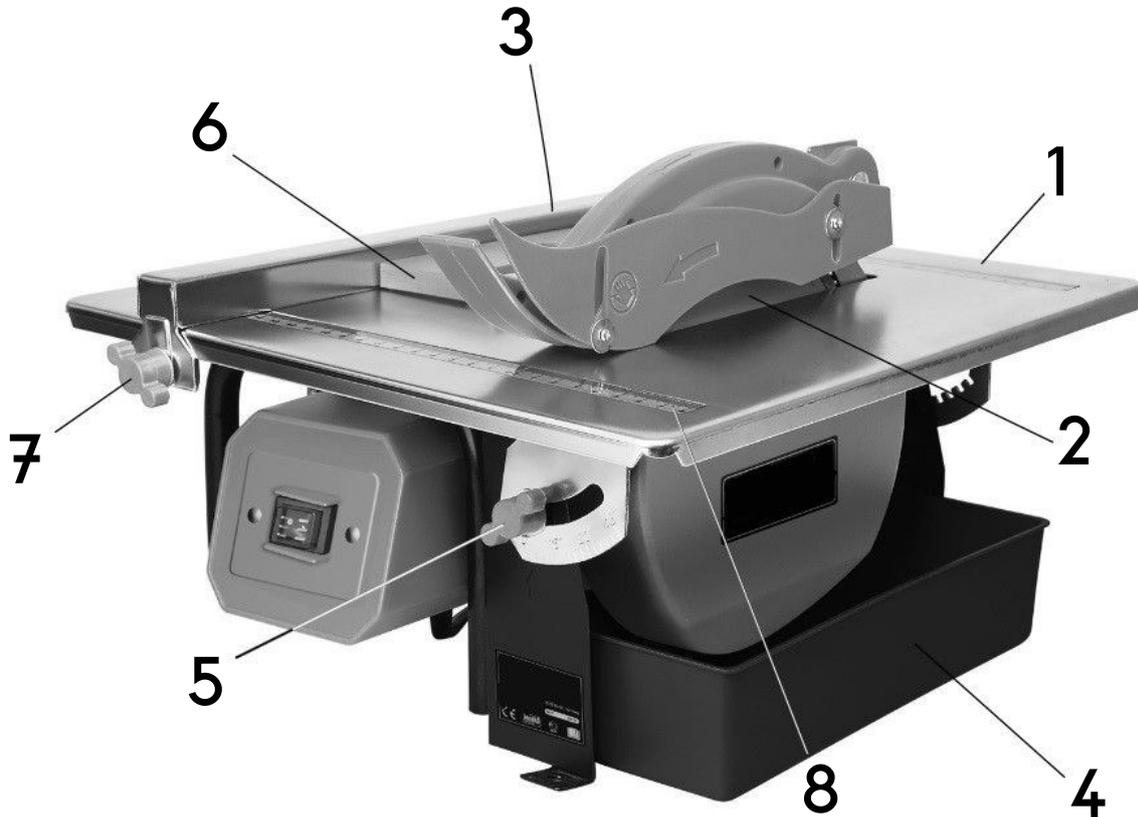

Abbildung 1
Bedienung (Abb. 1)
Parallelanschlag (Abb. 1)
Gehungseinstellung (Abb. 1)
- Wasserbehälter (**4, Abb. 1**) herausnehmen.